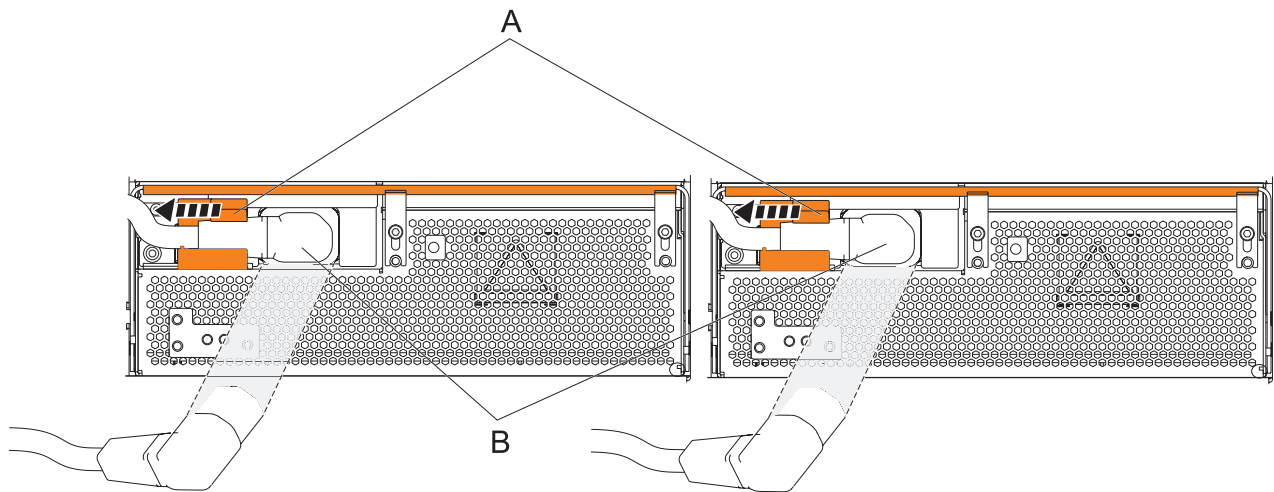

Figure 54. Débranchement des cordons d'alimentation des ensembles de conversion hors ligne
- a. Faites glisser vers la gauche les supports de cordon d'alimentation (**A**) situés A l'avant des deux ensembles de conversion hors ligne. Pour plus d'informations, voir figure 54, à la page 68.